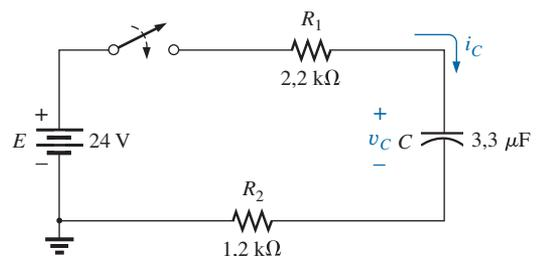

Figura 10.52 Exemplo 10.10.
O capacitor visto na Figura 10.52 tem uma tensão inicial de 4 V.
- c) Veja a Figura 10.53. Os valores inicial e final da tensão foram desenhados primeiro, e depois incluímos a resposta transitória entre esses valores. No caso da corrente, a forma de onda começa e termina em zero; seu sinal depende do sentido escolhido para i_C na Figura 10.52.
Figura 10.53 v_C e i_C para o circuito mostrado na Figura 10.52.